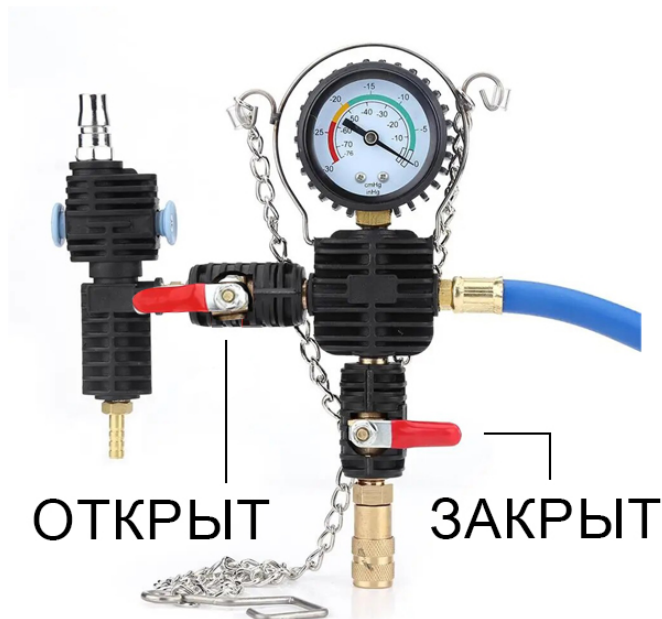
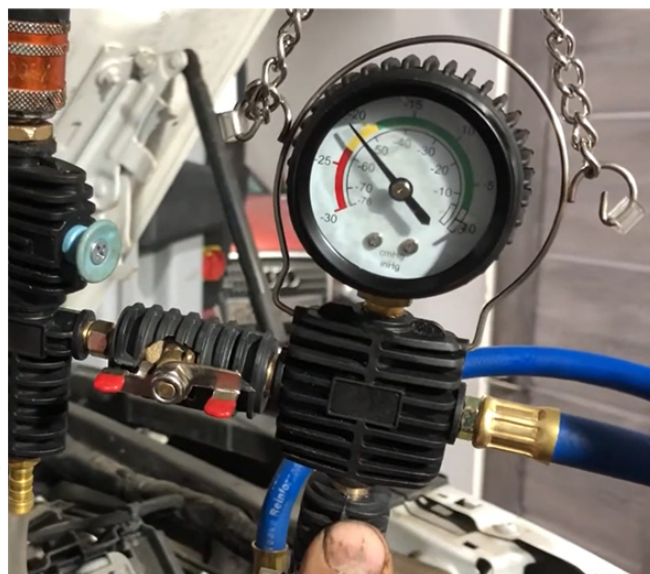

Рис.2
Рис.3
6. Убедитесь, что переключатель (3) открыт, а переключатель (6) закрыт (рис.2).
7. Используя штуцер (4) подключите к вакуумному манометру источник подачи сжатого воздуха.
8. Нажмите кнопку «on» (5), для начала подачи воздуха (рис.3). Когда показания манометра достигнут 20-25 inHG (50-60 cmHG) (рис.3), прекратите подачу воздуха, нажав кнопку «off» (5).